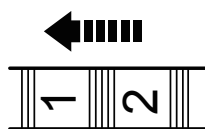

Fig. 9
>Girar el regulador de velocidad (2) hacia la izquierda (visto desde la posición del operario) para aumentar la velocidad máxima (Fig. 9).